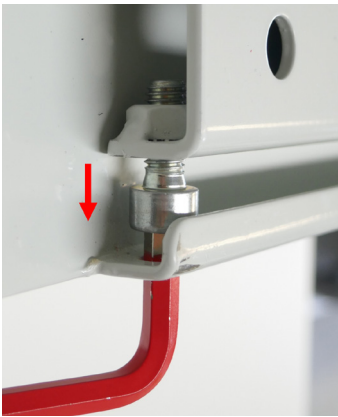

Abb. 17 Verspannen des
6. Schraube herausdrehen, bis sich der Speicher mit der Halterung verspannt (Abb. 17 & 18).